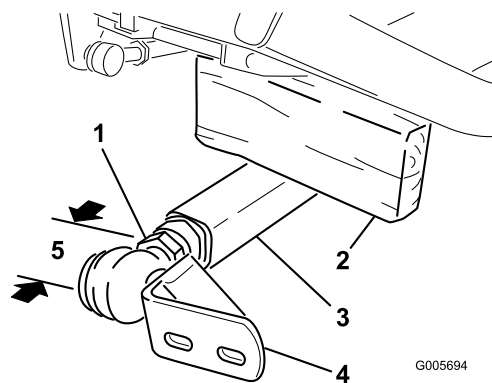

Figure 20
- Faites-vous aider par une autre personne pour appuyer sur le bras de poussée gauche. Insérez ensuite une cale en bois de 51 x 102 mm entre le bâti et le haut du bras de poussée (Figure 20). Vissez la rotule dans le bras de poussée gauche jusqu'à ce que le centre de la rotule se trouve à 60 mm de l'avant du bras de poussée (Figure 20). Ne serrez pas l'écrou de blocage.